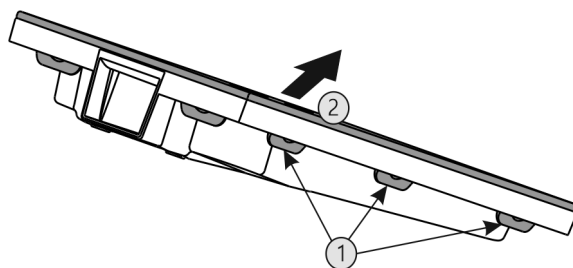

Fig. 41
- ▶ Натиснете всички езичета Fig. 41 (1) последователно и свалете капака Fig. 41 (2).